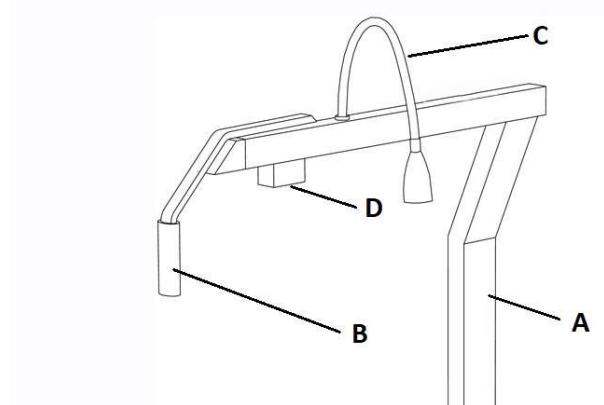

Abbildung 9: Physiologisch vorgeneigter Phoro­pterarm (starr)
- physiologisch vorgeneigte Phoro­pterarm (starr) mit Phoro­pterschiene (Abbildung 9)